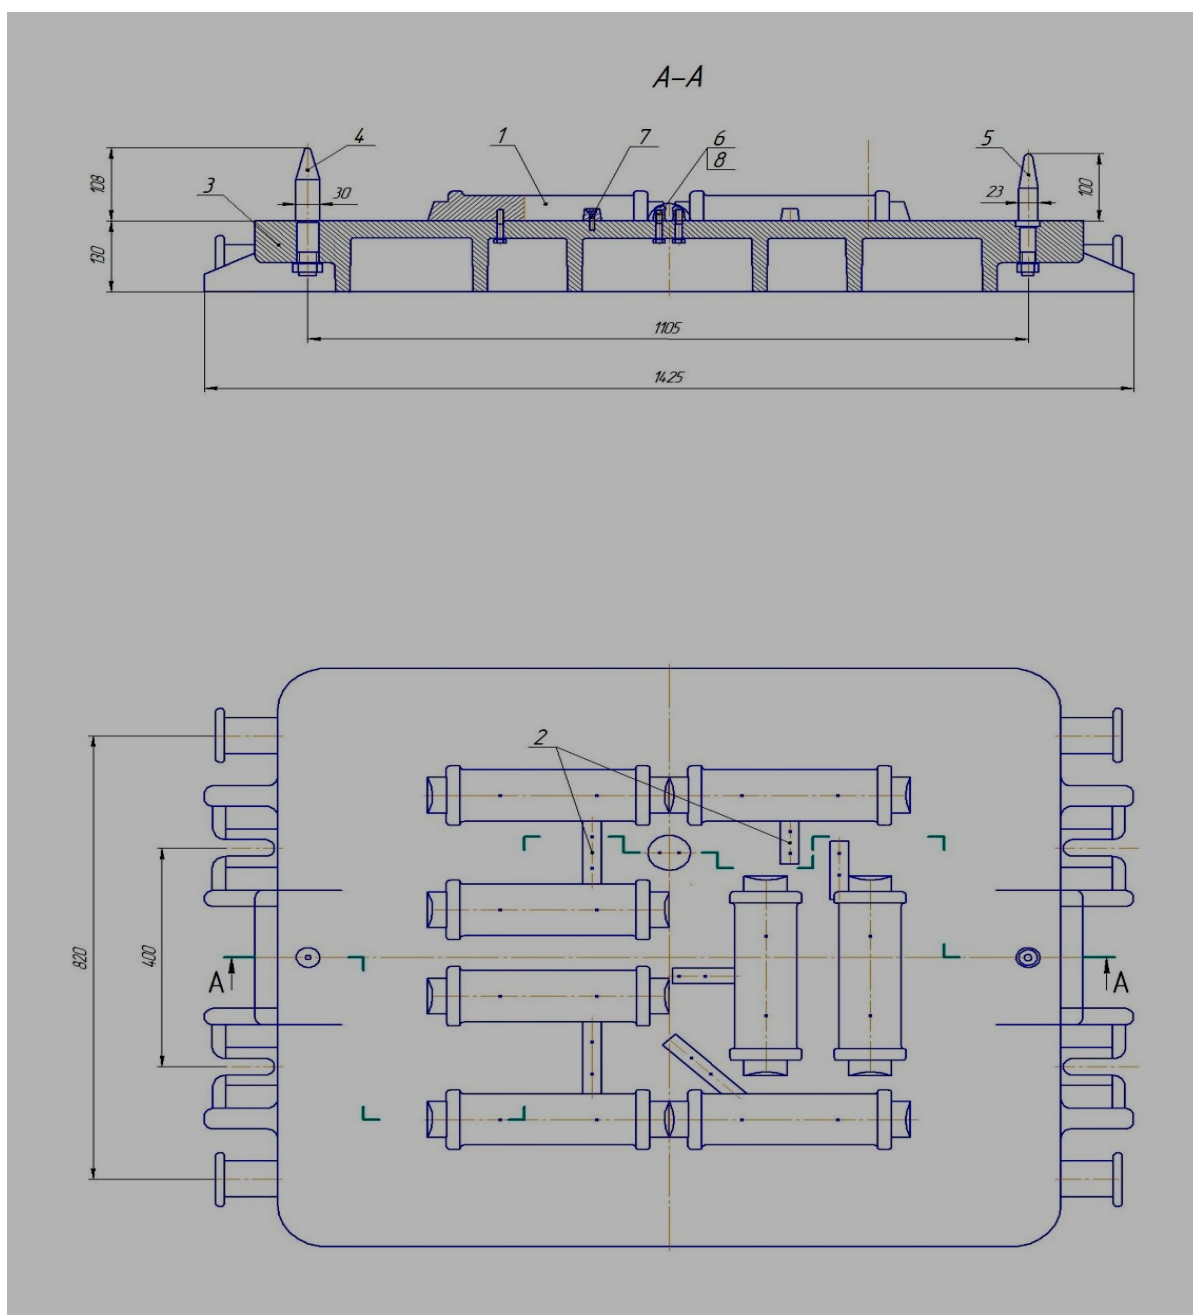

Рисунок 2 – Чертеж монтажа моделей низа
2. Изучить чертеж монтажа моделей верха и низа (рисунок 2,3).